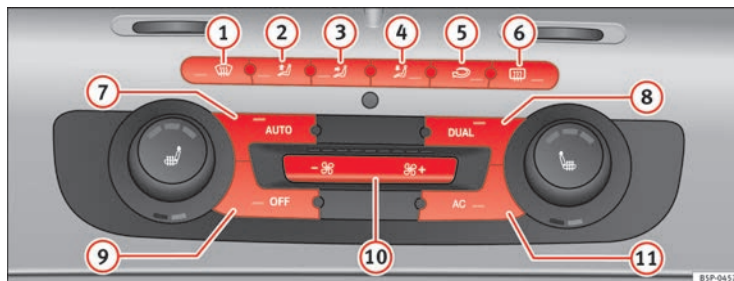

Fig. 111 Comandos do Climatic 2C no painel de instrumentos
- Rodar as rodas de regulação da temperatura ⇒ página 155, fig. 111 **9** ou **14** para ajustar a temperatura do lado esquerdo e direito, respectivamente.
- Premir o botão  ⇒ página 155, fig. 111. Aparece «AUTO High» no visor do rádio (velocidade do ventilador alta).
- Premir de novo o botão  ⇒ página 155, fig. 111. Aparece «AUTO Low» no visor do rádio (velocidade do ventilador baixa).